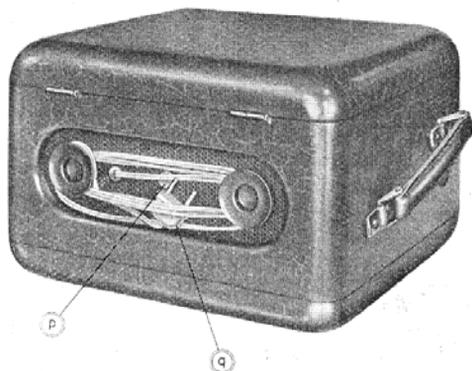

Fig. 1. - Lato posteriore del registratore G 242-M.
- Togliere la vite « p » che blocca il motore durante il trasporto e svolgere il cordone con spina « q » (vedi fig. 1).